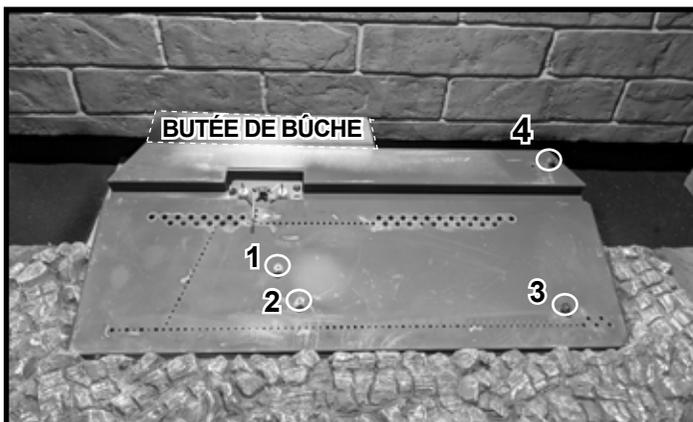
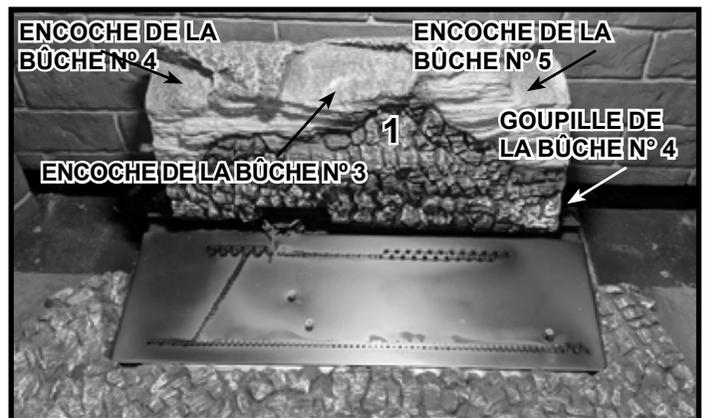

Figure 2 Emplacements des goupilles de la bûche
Figure 3 Position de la bûche n° 1
1. Repérez les quatre goupilles de la bûche et l'emplacement de la butée de la bûche, comme indiqué dans la figure 2.
Bûche n° 1 : Placez la bûche n° 1 comme indiqué dans la figure 3. L'extrémité droite touche la goupille de la bûche 4. Poussez la bûche en arrière jusqu'à ce qu'elle repose contre la butée de bûche illustrée à la figure 2.
Bûche n° 2 : Placez la bûche n° 2 en utilisant les trois goupilles de bûche comme indiqué dans les figures 2 et 4.
Bûche N° 3 : Placez l'extrémité supérieure de la bûche n° 3 sur l'encoche située sur la bûche n° 1. Voir les figures 3 et 5. Placez l'extrémité inférieure de la bûche n° 3 comme indiqué dans la figure 5. Le côté brûlé de la bûche n° 2 et le nœud de la bûche n° 3 s'alignent, mais ne se collent pas. Voir les figures 5 et 7.
Bûche n° 4 : Placez l'extrémité supérieure de la bûche n° 4 sur l'encoche située sur la bûche n° 1, comme indiqué dans les figures 3 et 6. Positionnez la partie inférieure de la bûche n° 4 à une distance de 178 mm (sept po) sous la bûche n° 3, comme indiqué à la figure 6.
Bûche n° 5 : Placez l'extrémité supérieure de la bûche n° 5 sur l'encoche située sur la bûche n° 1. Voir les figures 3 et 7. L'extrémité inférieure de la bûche n° 5 repose sur le réfractaire de base, comme indiqué ci-dessus. L'espace entre le côté inférieur droit de la bûche n° 3 et le côté inférieur gauche de la bûche n° 5 doit mesurer 343 mm (13-1/2 po), comme le montre la figure 7.